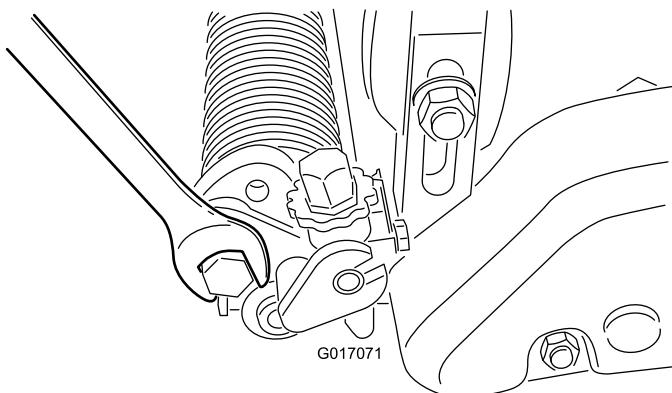

Figura 21
- A. Desaperte os parafusos nos braços direito e esquerdo do rastelo (Figura 21).
- C. Aperte as porcas para manter o ajuste (Figura 21).